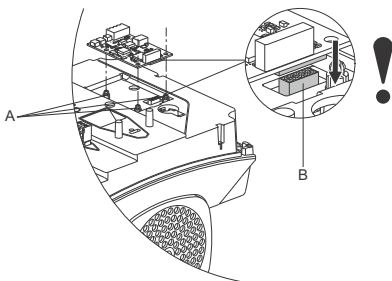

Рис. 62 Установка модуля SIM
- Установите модуль SIM, подогнав его по пластмассовым держателям (рис. 62, А) и соединительному разъёму (рис. 62, В). Нажмите на модуль пальцем, чтобы поместить его в гнездо.